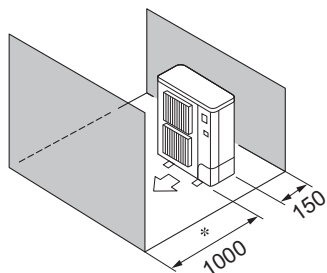

Fig. 3-9
- ⑤ Obstáculos sólo en la parte delantera y trasera (Fig. 3-9)